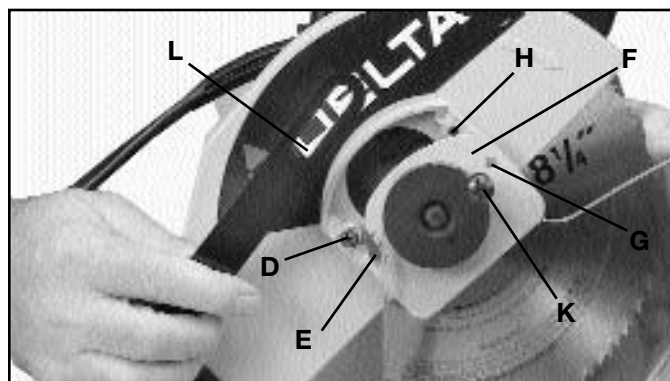

Fig. 7
3. Deslice el extremo ranurado (E) Fig. 7 del soporte de montaje del protector de hoja inferior bajo la cabeza del tornillo (D). Asegúrese que el tornillo y el espaciador (K) estén engranados con la ranura (L) en la palanca de elevación del protector, y gire el soporte del protector de hoja inferior (F) hasta que el agujero (G) en el soporte quede alineado con el agujero roscado (H) en el protector superior.